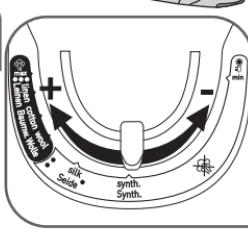

Fig.7
- Állítsa be a vasaló hőmérsékletét – **fig.7**. A vasaló automatikus gózoló funkcióval rendelkezik. A textília típusától függően a vasaló automatikusan és pontosan meghatározza a megfelelő hőmérsékleti szintet és a gózmennységet, a legjobb eredmény biztosítása érdekében.